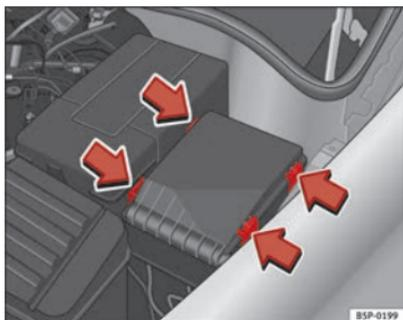

Abb. 177 Sicherungsdeckel im Motorraum
- Haken Sie den Sicherungsdeckel im Motorraum an den Laschen aus, indem Sie die Laschen zur Deckelmitte drücken ⇒ Abb. 177.